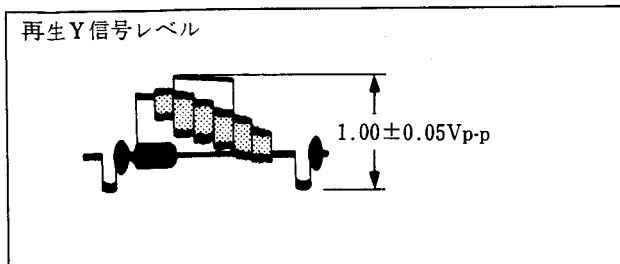

図5-22. デビエーション調整(2)
- (3) 無信号入力としてE-Eモードにする。
- (4) 周波数カウンタをIC1-②⑤ピンに接続し、RV1で $4.37 \pm 0.05\text{MHz}$ に調整する。
- (5) カラーバー信号を入力し記録する。
- (6) 記録した部分を再生し、HN2-①ピンの再生Y信号レベルをチェックする。(図5-22参照)